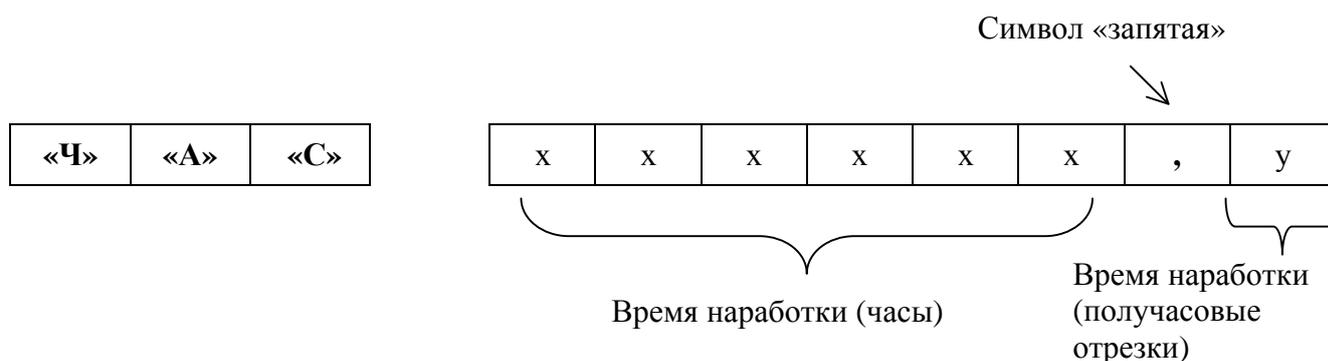

Рис. 26. Отображение счетчика наработки БИТТ-01.
1.5.1.21. Выбор пункта меню «Просмотр счетчика наработки» позволяет просматривать значение счетчика наработки блока БИТТ-01. Приращение счетчика производится каждые 0,5 часа. Отображение производится в формате, показанном на рис.26.